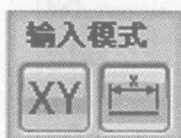

图 2-4 创建直线输入模式
② 直线。此命令可以用来创建直线，并可使用自动约束功能，绘图区能够显示 XY 坐标和直线的长度、角度图标，用户可以选择使用输入坐标模式或输入长度、角度模式来画直线，如图 2-4 所示。